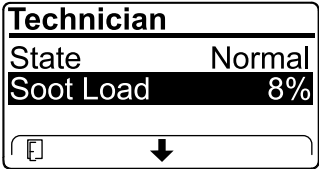

Figure 35
- Consultez la charge de suie mesurée dans le FAP sous forme d'un pourcentage (Figure 35); voir le tableau de charge de suie.